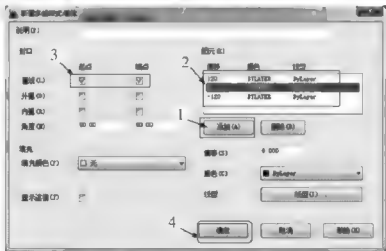

图 3-99
**步骤 3：**设置完毕，单击  按钮，弹出【创建新的多线样式】设置对话框，具体设置如图 3-99 所示。设置完毕单击  按钮，返回【多线样式】对话框。